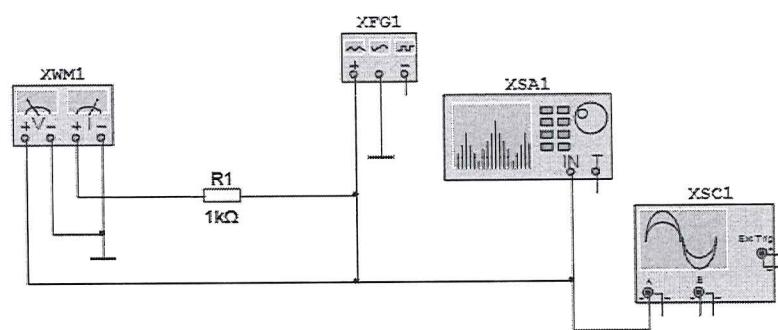

Рис. 1. Схема для исследования спектральных составляющих спектра сложного сигнала
Анализатор спектра. Схема его включения в экспериментальном исследовании приведена на рис. 1.
- Соберите схему, изображённую на рис. 1. Подсоедините Function Generator (функциональный генератор), Oscilloscope (осциллограф), Wattmeter (ваттметр) и Spectrum Analyzer (анализатор спектра). При подключении ваттметра помните, что клеммы, обозначенные V (напряжение), подключаются параллельно с нагрузкой, а клеммы, обозначенные I (ток), – последовательно с нагрузкой.